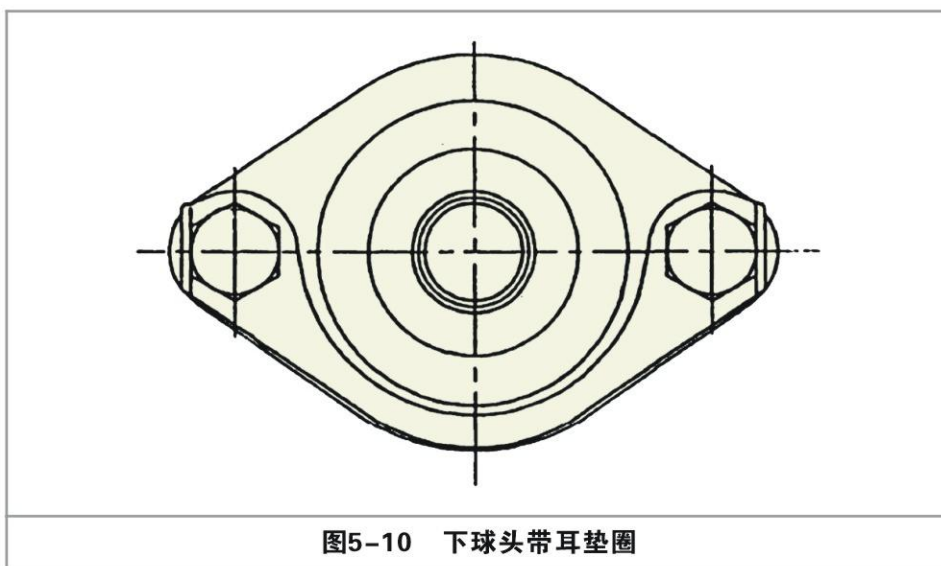

图5-10 下球头带耳垫圈
9. 松开下球头自锁螺母，松开几牙（圈）即可。用球头分离工具18G 1133往球头上施加压力，同时用软面锤敲击球头支架的末端，这样就可以松开球头。拆下球头自锁螺母，并丢弃（不得再次使用）。把轮毂和转向节总成向上拉出下球头支架。（如图5-10所示）